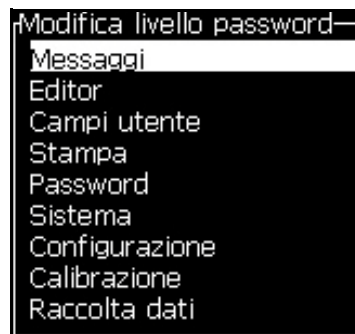

Figura 4-9: Modifica livello password
- 1 Premere *Alt + w* e selezionare *Imposta livello password* (vedi Figura 4-8) per aprire la schermata *Modifica Livelli Password* (vedi Figura 4-9).
Selezionare il menu (vedi Figura 4-9) in cui è necessario modificare il livello password e premere il tasto *Invio*. A questo punto, si apre la schermata *Immetti nuovo livello password* (vedi Figura 4-10 a pagina 4-5).